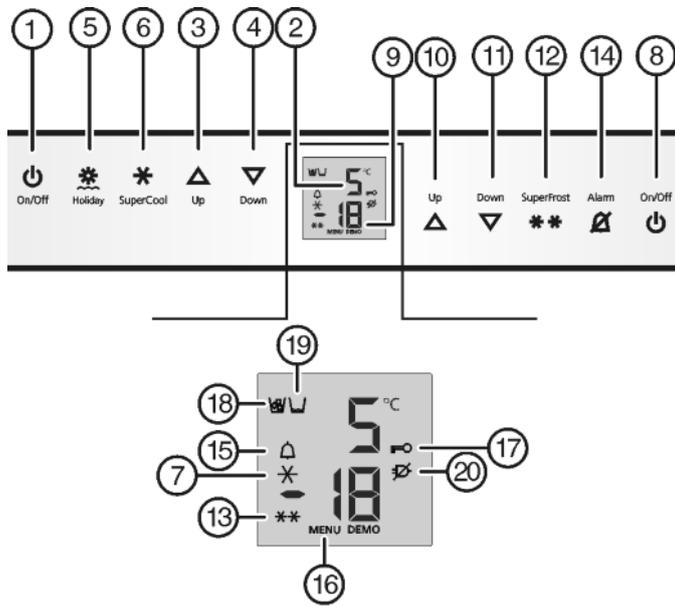

Fig. 2
- ▶ Taste On/Off Gefrierteil Fig. 2 (8) drücken.
- ▶ Taste On/Off Kühlteil Fig. 2 (1) drücken.
- ▷ Kühl- und BioFresh-Teil sind eingeschaltet: Temperaturanzeige Kühlteil Fig. 2 (2) leuchtet. Beim Öffnen der Kühlteiltür geht die Innenbeleuchtung an.
- ▶ Einstellmodus aktivieren: Taste SuperFrost Fig. 2 (12) ca. 5 s drücken.
▷ Das Symbol Menu Fig. 2 (16) leuchtet.
- ▶ Die Taste SuperFrost Fig. 2 (12) kurz drücken, um zu bestätigen.
- ▶ Zum Einschalten der Kindersicherung Taste SuperFrost Fig. 2 (12) kurz drücken.
▷ Das Symbol Kindersicherung Fig. 2 (17) leuchtet. In der Anzeige blinkt **c**.
- ▶ Zum Ausschalten der Kindersicherung Taste SuperFrost Fig. 2 (12) kurz drücken.
▷ Das Symbol Kindersicherung Fig. 2 (17) erlischt. In der Anzeige blinkt **c**.
- ▶ Einstellmodus deaktivieren: Taste On/Off Gefrierteil Fig. 2 (8) drücken.
- ▶ Taste Alarm *Fig. 2 (14)* drücken.
Gleichzeitig blinkt die Temperaturanzeige und das Symbol Alarm *Fig. 2 (15)*.
Der Tonwarner verstummt automatisch, das Symbol Alarm *Fig. 2 (15)* geht aus und die Temperaturanzeige hört auf zu blinken, wenn die Temperatur wieder ausreichend kalt ist.